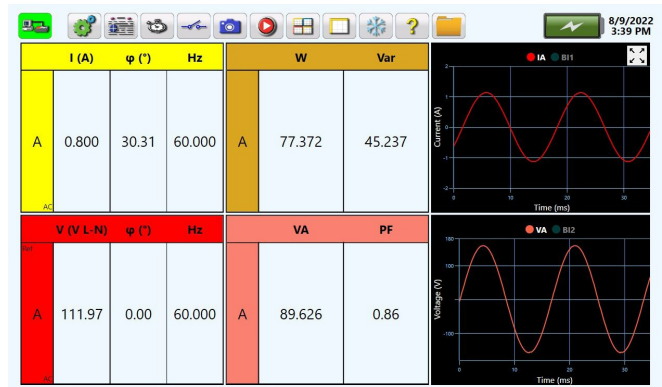

Figure 10 : écran partagé des formes d'onde monophasées
Les graphiques affichés sont sélectionnés par l'utilisateur. Les grandeurs peuvent être affichées en monophasé, biphasé ou triphasé. La quatrième voie peut être ajoutée à l'écran en tant que courant neutre. La figure 10 montre une tension et un courant monophasés sur un écran partagé, ne comprenant que les formes d'onde. Cet affichage n'inclut pas la fréquence, la puissance, la puissance apparente (VA) ou le facteur de puissance. L'utilisateur peut aussi choisir d'afficher les phaseurs indiquant le déphasage entre la tension et le courant mesurés.